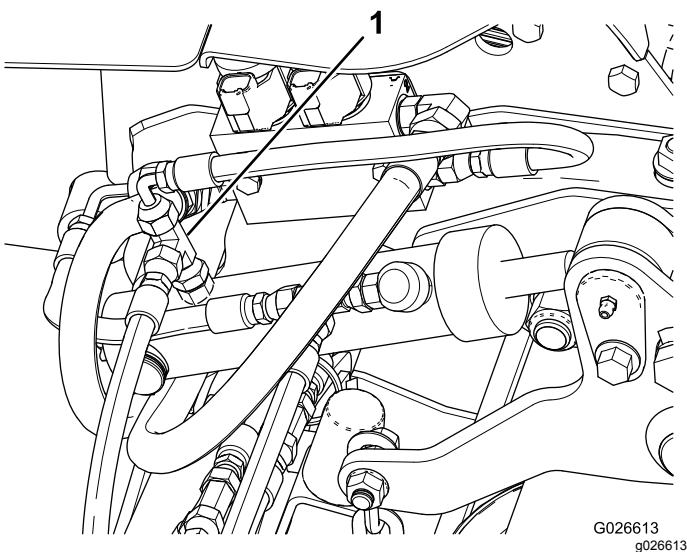

図 12
3. 図 12のようにT字フィッティングを取り付ける。
4. 字フィッティング上部に既存のホースを取り付ける 図 12。